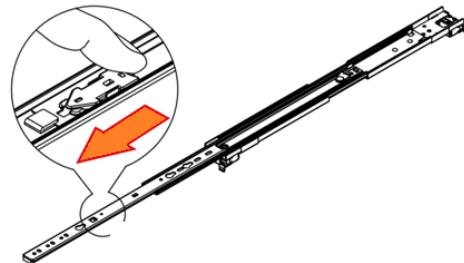

Рисунок 115 – Освобождение внутреннего канала
- 1) Потянуть за механизм пуска, расположенный на передней панели, чтобы освободить внутренний канал от подвижных узлов (см. Рисунок 115).